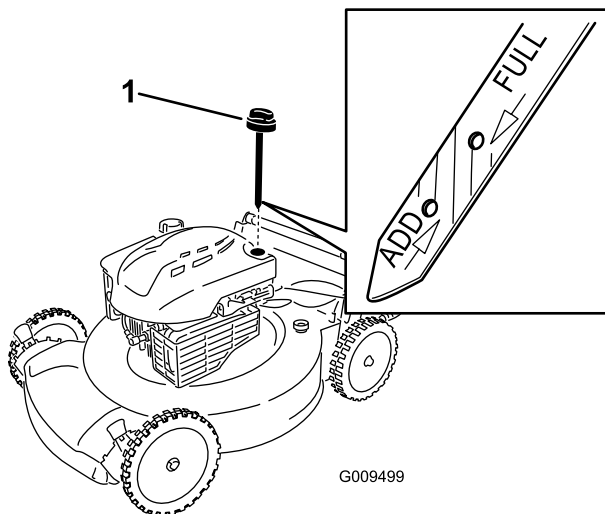

Рисунок 15
2. Извлеките масломерный шуп (Рисунок 15).
5. Определите уровень масла по отметкам на щупе (Рисунок 15).
- Если уровень масла ниже отметки «Добавить» на масломерном щупе, медленно залейте небольшое количество масла в маслозаливную горловину, подождите в течение 3 минут и повторите операции с 3 по 5, пока уровень масла не повысится до отметки «Полный» на масломерном щупе (Рисунок 15).